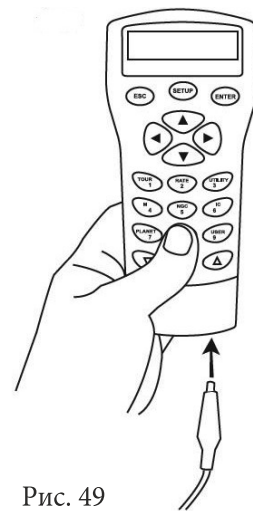

Рис. 49
2. Одновременно нажмите и удерживайте цифровые клавиши «0» и «8», после этого подключите кабель питания к пульту ручного управления как показано на **рис. 49**.